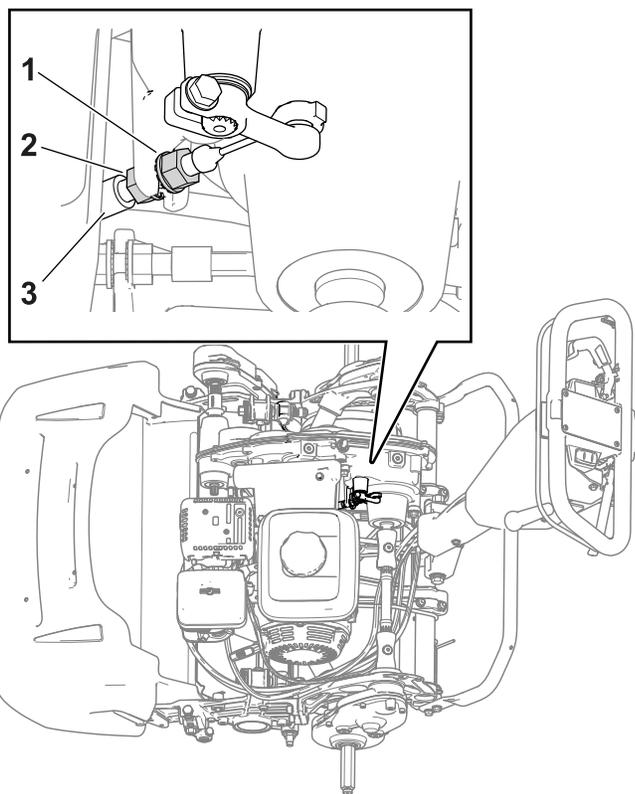

图 37
- 要增加拉线的张力，应拧松前拉线锁紧螺母，同时拧紧后锁紧螺母（图 37）。必要时重复步骤 2，调节张紧力。
- 要减少拉线的张力，应拧松后锁紧螺母，同时拧紧前拉线锁紧螺母（图 37）。必要时重复步骤 2，以调节张紧力。